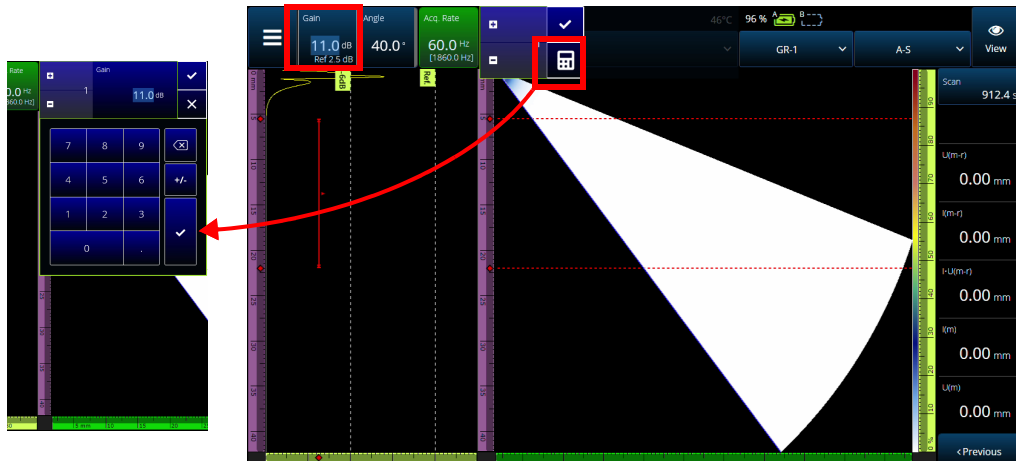

Figura 2-10 Ajuste de parâmetros usando setas para cima/para baixo ou teclado
1. Toque no parâmetro (Figura 2-10 na página 43).